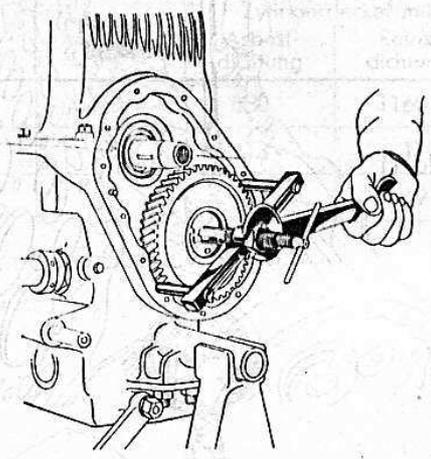

Bild 9
- 11. Nockenwellenrad abziehen (Wst 1599) (Bild 9).